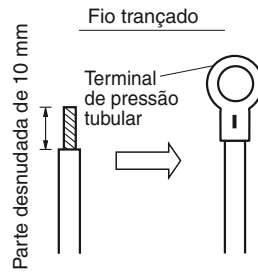
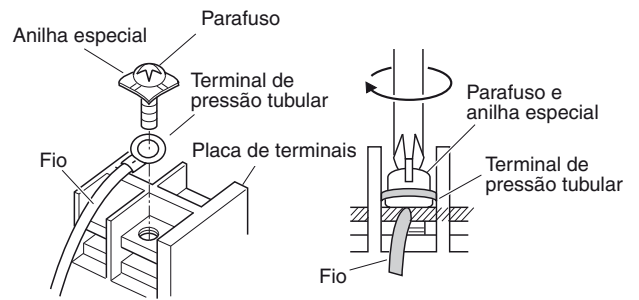

Fig.4-7
Fig.4-8
- (1) Corte a extremidade do fio com alicates, desnude o isolamento para expor o fio trançado aproximadamente 10 mm e, em seguida, torça bem as extremidades do fio. (Fig. 4-7)
- (2) Utilizando uma chave de fendas Phillips, retire o(s) parafuso(s) dos terminais na placa de terminais.
- (3) Utilizando um prendedor de conectores tubular ou alicates, prenda firmemente cada extremidade desnudada com um terminal de pressão tubular.
- (4) Coloque o terminal de pressão tubular, e recoloque e aperte o parafuso de terminal retirado utilizando uma chave de fendas. (Fig. 4-8)